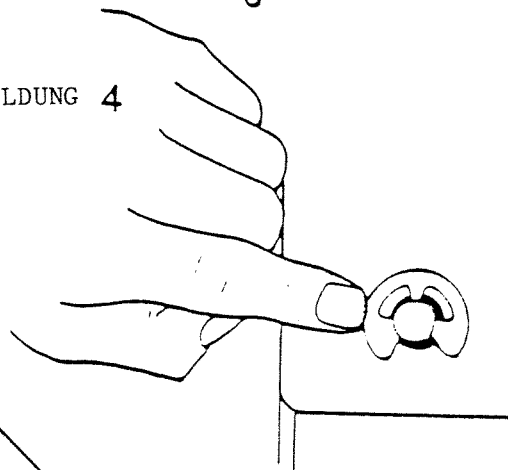

ABBILDUNG 6
12. Zur weiteren Kontrolle öffnen Sie die Klappe; schieben Sie die Achse des Andruckkegels ein wenig zur Seite (Abbildung 6), und schließen und öffnen Sie die Klappe ein paarmal. Sehen Sie nach, ob die Achse wieder in der Mitte des Lochs sitzt.